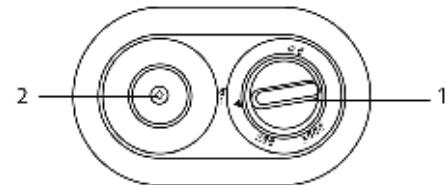

Рис. 2
Панель управления (рис. 2)
2. Нажмите и плавно поверните ручку регулировки газа на панели управления в положение (1σ) (рисунок 2). Продолжайте удерживать в нажатом положении ручку регулировки газа в течение 20-30 секунд. Одновременно несколько раз нажмите кнопку пьезоподжига, до тех пор, пока не загорится запальная горелка. Каждый раз, как Вы нажимаете на кнопку пьезоподжига, Вы можете слышать громкий щелчок и видеть искру на электроде пьезоподжига. Продолжайте удерживать ручку регулировки газа в нажатом положении в течение 10-15 секунд с момента зажигания факела запальной горелки для активации датчика наличия пламени.